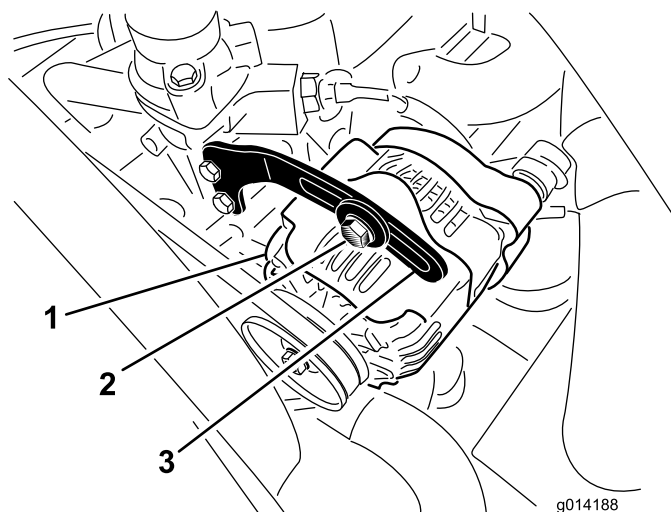

図 37
2. オルタネータ側プーリとクランクシャフト側プーリ間の中央部でオルタネータベルト 図 37 を指で10kg程度の力で押してベルトの張りを点検する。
3. ブレースをオルタネータに固定しているボルトと、オルタネータのピボットボルトをゆるめる 図 37。